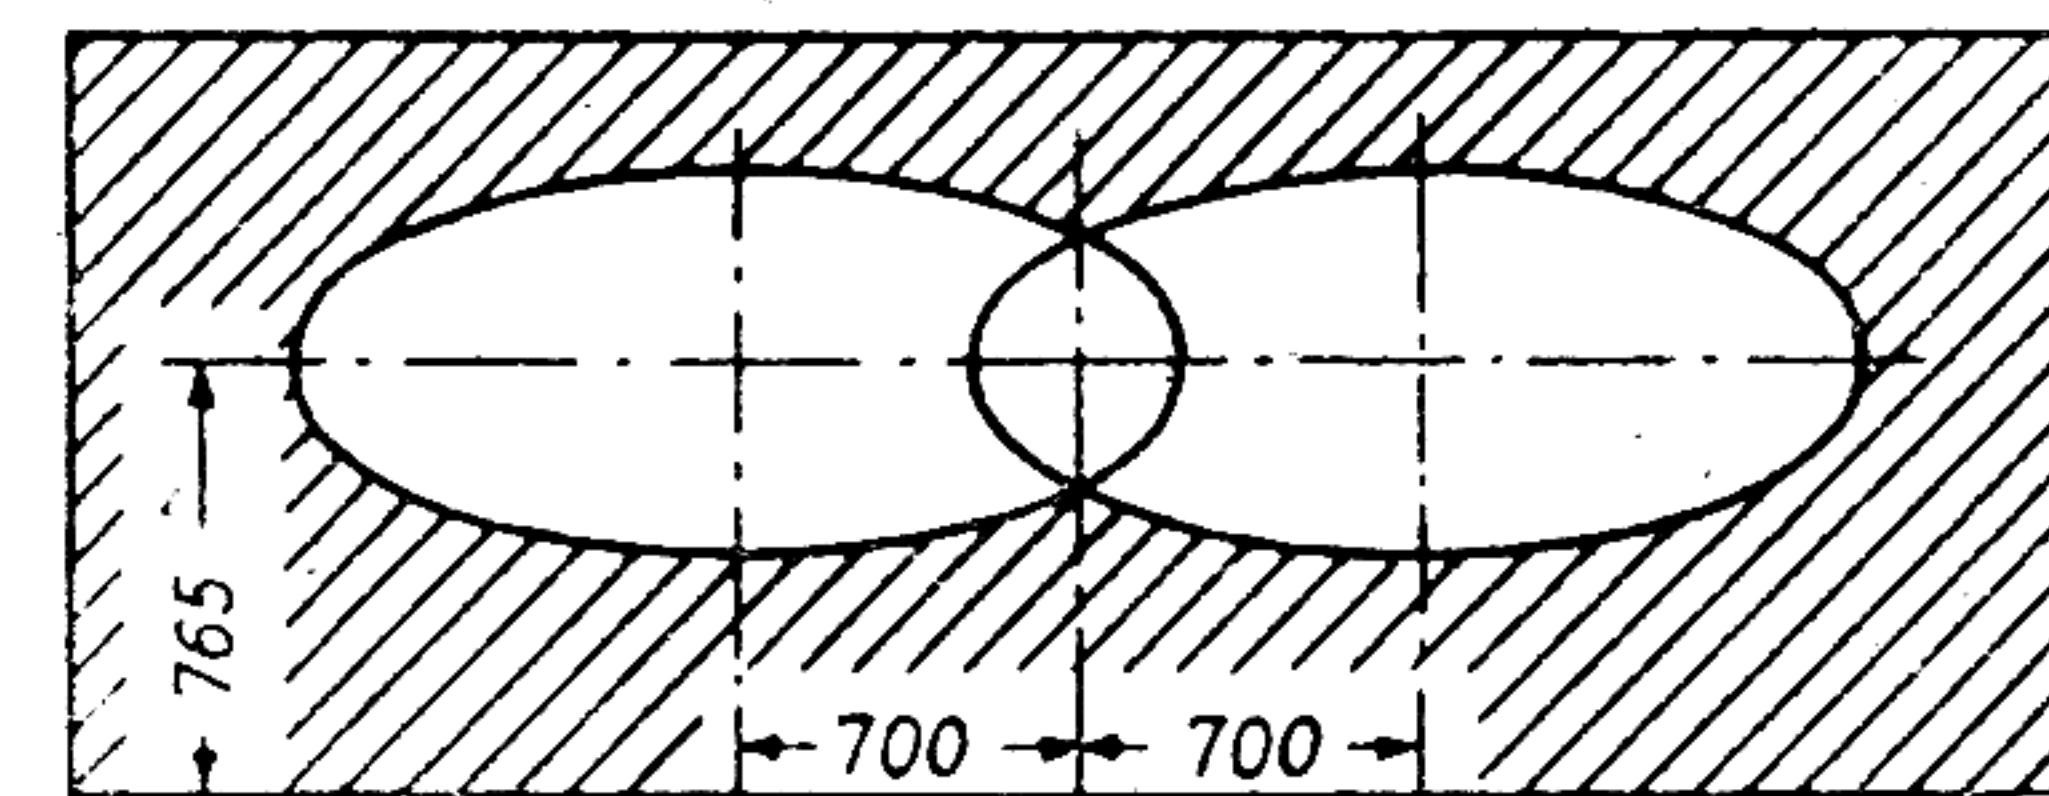

Рис. 89. Световые пятна нитей дальнего света фар типа ФГ21-Б.
3. Для фар ФГ21-Б включите дальний свет и, закрыв одну из фар, установите другую винтами наводки (сверху и сбоку фары, под ободком) так, чтобы центры пятен на экране соответствовали рис. 89. Таким же образом установите вторую фару,